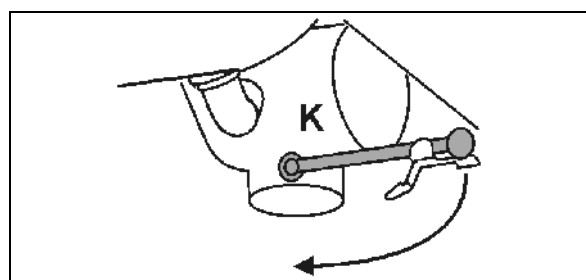

Fig. 111
6. Tapp eventuelt den endelige restmengden ut på jordet via tappeventilen (Fig. 111/K).